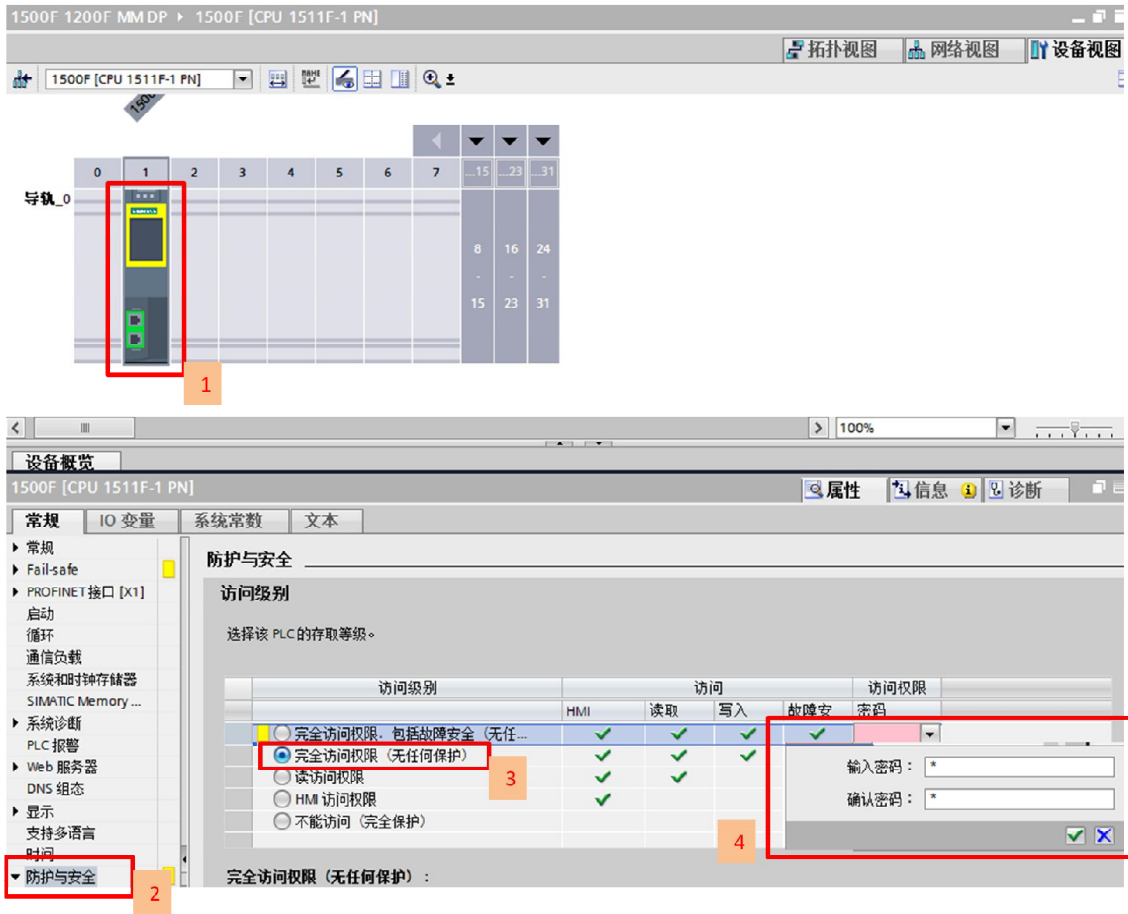

图 2-4 激活故障安全保护
4) 设置 CPU 的保护等级，激活故障安全保护，根据提示设置故障安全密码，本例中密码为：1，如图 2-4。